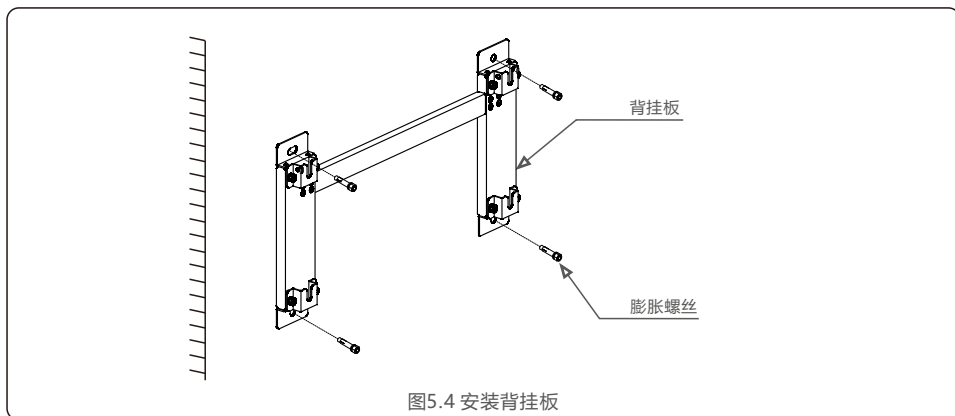
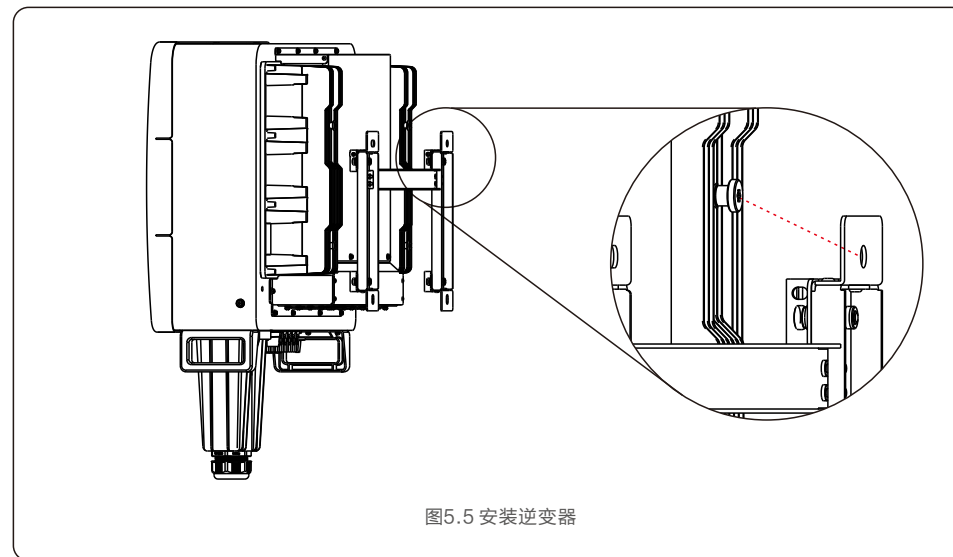

图5.4 安装背挂板
图5.5 安装逆变器
参考图 5.4 以及图 5.5 来安装逆变器。逆变器必须垂直安装。安装步骤如下:
1. 按照图 5.4, 挂板孔距打四个膨胀螺栓孔 (膨胀螺栓 M10*70), 使用 10mm 型号钻头的冲击钻打孔时要保持钻头与墙面垂直, 双手紧握手柄, 把握好方向, 不要摇晃, 以免破坏墙面, 造成孔倾斜。钻孔深度应为 60mm。去除孔内灰尘后测量孔深, 保持孔深一致。
2. 确保支架是水平的, 安装孔 (如图 5.4) 是正确标记的。通过标记处钻入墙。